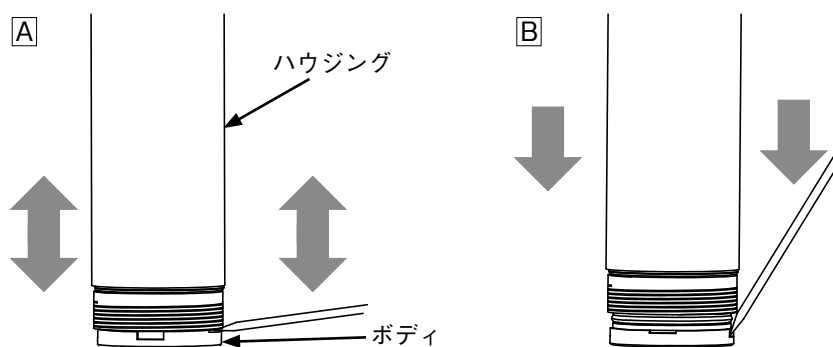

図9-6. ボディの取り外し
- ② 図9-6[A]のように溝(縦幅が小さい溝)にドライバーなどを入れてこじり、ボディをハウジングから少し引き出します。(溝は、縦幅大小の2種類が2箇所ずつ、計4つあります)取り外しが難しい場合は、図9-6[B]のように別の種類の溝(縦幅が大きい溝)にドライバーを入れ、押し出してください。このとき、対角の溝に対し同時または交互に実施すると、均等に力が加わり外れやすくなります。